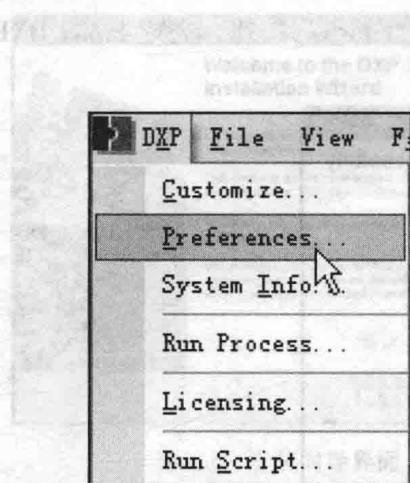

图 1.9 选择“Preferences”菜单选项
(2) 选择“DXP”→“Preferences”菜单选项，如图 1.9 所示。